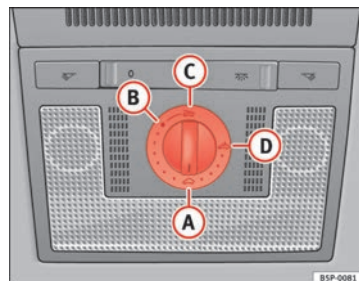

Fig. 68 Détail du ciel de pavillon : commande rotative du toit ouvrant coulissant/relevable
- Tournez la commande rotative en position **A** ⇒ fig. 68 ⇒ .